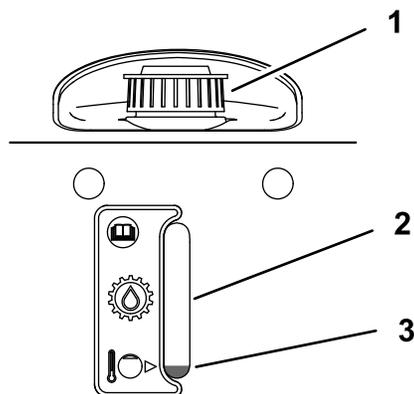

Figura 47
4. Use la mirilla para comprobar el nivel de fluido del tanque de expansión (Figura 47).
13. Añada fluido hidráulico al depósito de expansión hasta que llegue a la línea de fluido (Figura 47).